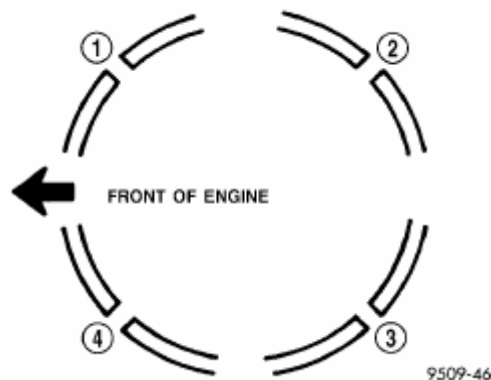

Рис. 63. Положение торцевого зазора поршневого кольца.
- (1) Перед установкой поршней и шатунов в сборе в отверстие цилиндра необходимо убедиться, что зазоры маслосъемных колец расположены зигзагом так, чтобы ни один из них не попал напротив зазора планки маслосъемного кольца.
(2) Перед установкой приспособления для сжатия поршневых колец, необходимо убедиться, что концы экспандера колец соединены, а зазоры планок расположены так, как показано на Рис.63, если смотреть сверху.